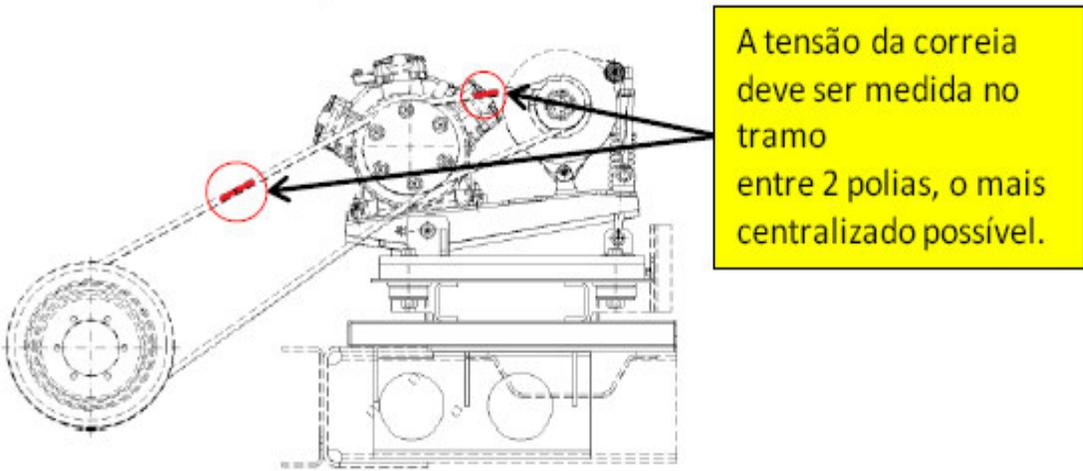

Fig 1
3. Verifique a tensão da correia no ponto central 'entre eixos' usando um medidor digital de frequência natural conforme fig 1, ou considerando medidor de tensão DENSO conforme Boletim técnico BSO – 037 anexo.